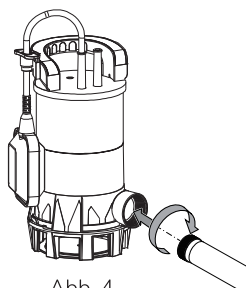

Abb. 4
1. Wenn möglich, schrauben Sie das Rohr direkt in den Anschluss mit 1 ½" Innengewinde (6) oder einen geeigneten Adapter verwenden (siehe Abb. 4).